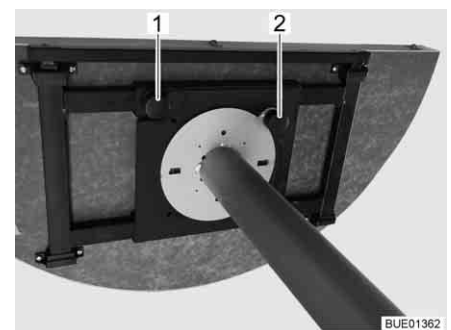

Fig. 97 Mécanisme de réglage
- Desserrer la vis moletée (Fig. 97,1).
- Soulever le bouton de réglage (Fig. 97,2).